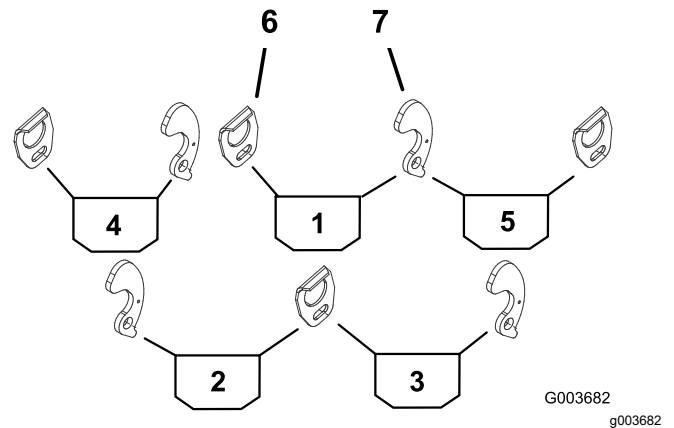

Figura 1
2. Utilice Figura 1 para determinar las posiciones en las que deben montarse las guías y los soportes de los recogedores en los bastidores de tiro de las unidades de corte.
- Monte una guía de recogedor en el lado correspondiente del bastidor de tiro de cada unidad de corte (Figura 1) con un perno (5/16" x 1 1/2") y una arandela plana (3/8" x 7/8").